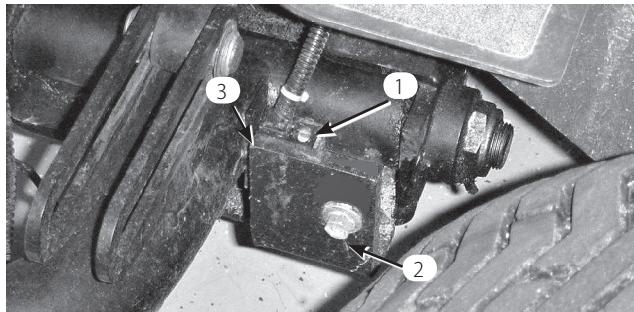

図12
- 昇降アームのスイッチのブラケットを4番昇降アーム（左前）に固定しているキャリッジ・ボルトのナットをゆるめる（図12）。